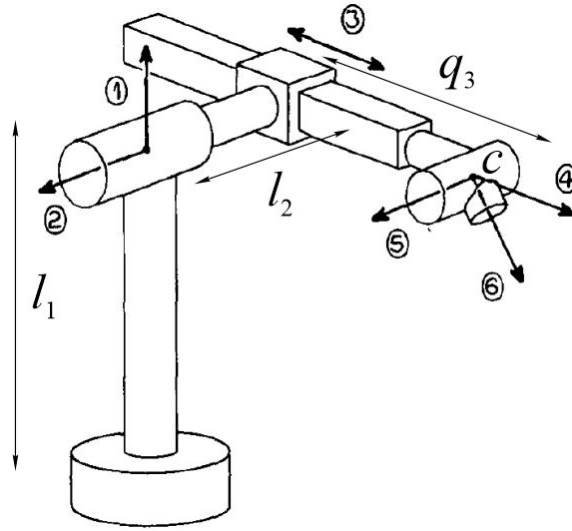

Figure 6: Manipulateur Stanford
3. Trouvez la position du point c (l'intersection des axes 4, 5 et 6) du Stanford Manipulator (Figure 6) quand les valeurs des articulations sont $q_1 = \frac{\pi}{2}$ rad, $q_2 = \frac{\pi}{4}$ rad (angles relatifs au pose dans la figure) et $q_3 = 15$ cm. Les dimensions sont $l_1 = 30$ cm, $l_2 = 20$ cm.